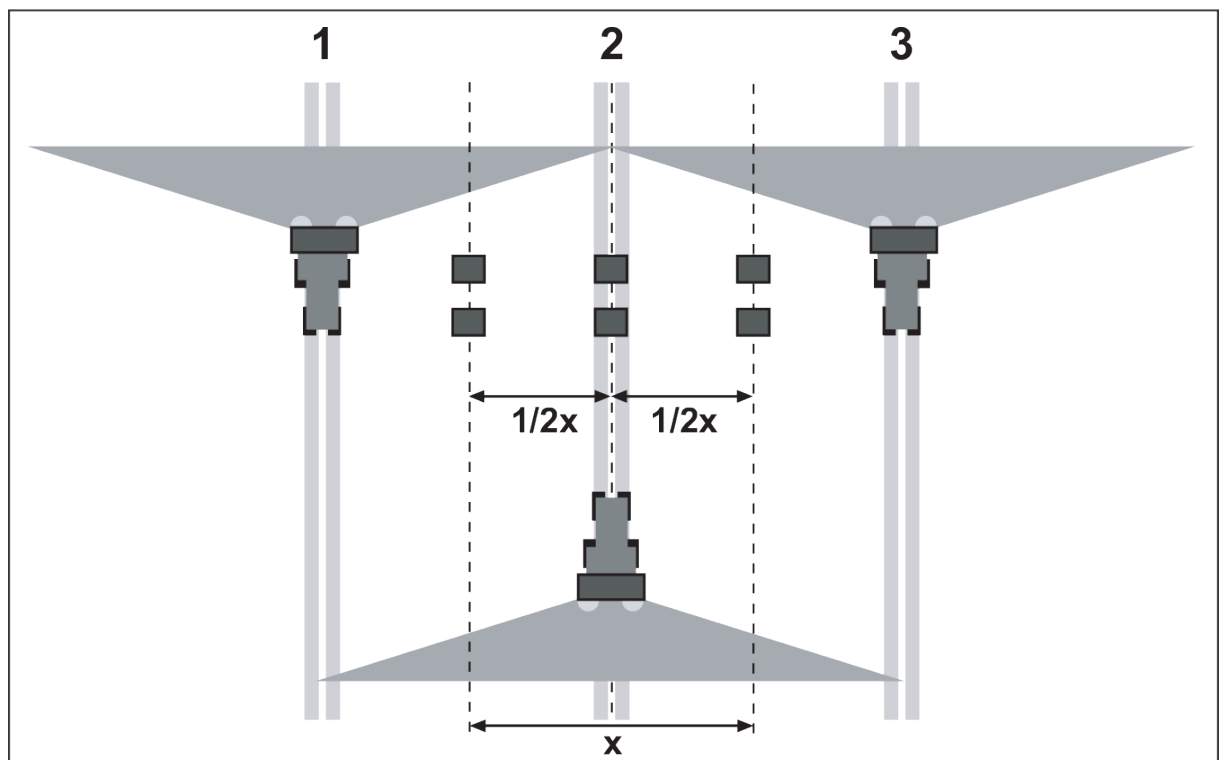

Fig. 52: Amplasarea pentru trei deplasări
- ▶ Amplasați câte două vase colectoare la distanță de **1 m** unul în spatele altuia în zonele de suprapunere (dintre traseele parcurse de tractor) și în traseul central de deplasare (ca în *Fig. 52*)